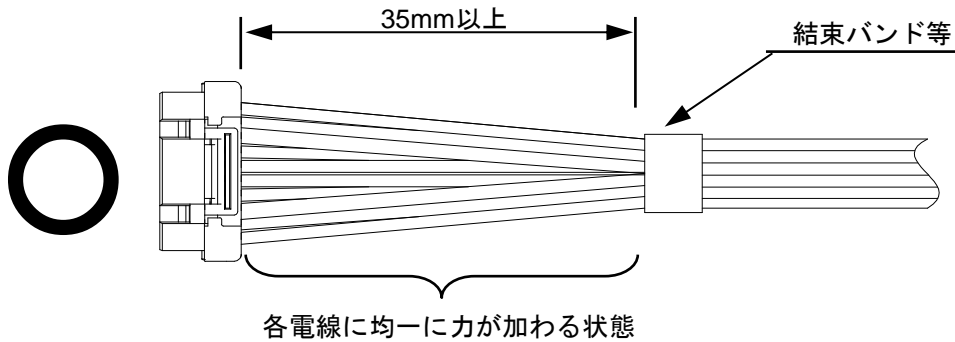

Fig.7-1 適切なハーネス結束状態
- ① 電線の結束は、コネクタから 35mm 以上のところで、電線に加わる力が均一になるようにしてください。（Fig.7-1）